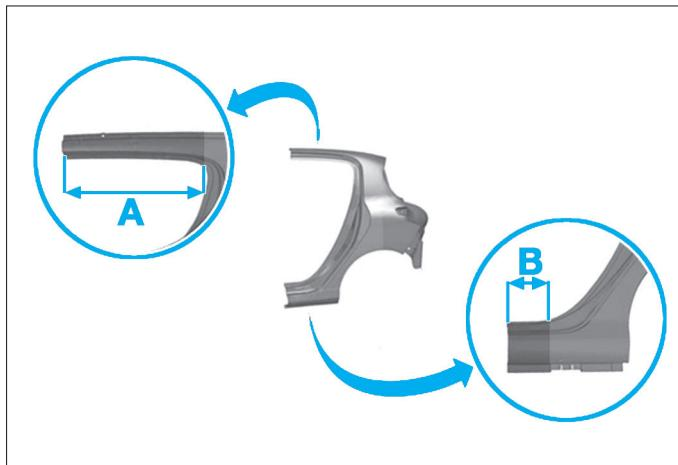

FIG. 163
- Tracer dans les zones de coupe (A) et (B) les lignes de coupe puis découper la pièce neuve (Fig.163).